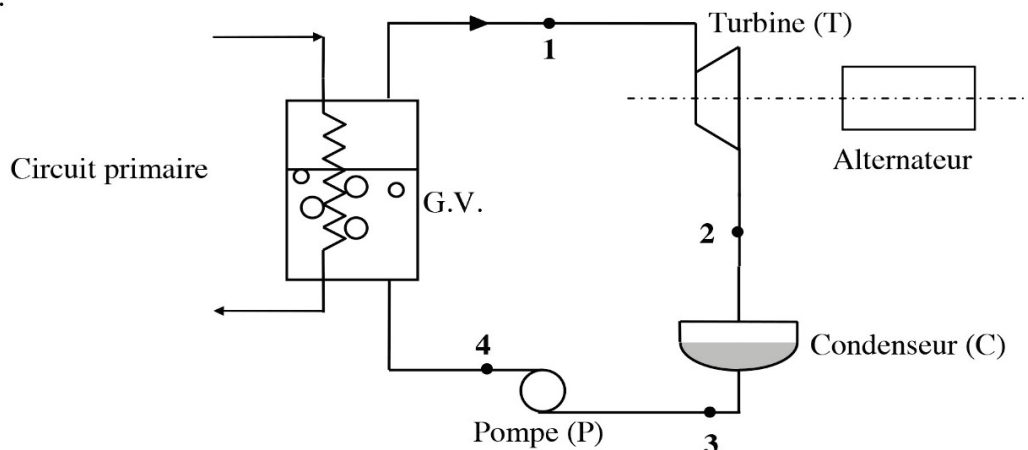

Figure 1 : circuit secondaire simplifié
Le circuit secondaire est constitué du générateur de vapeur (G.V.), d'une turbine (T) reliée à un alternateur, d'un condenseur (C) et d'une pompe d'alimentation secondaire (P), comme précisé en figure 1.